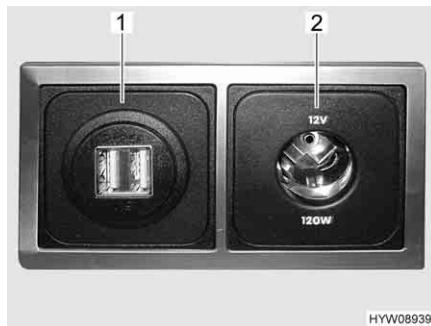

Fig. 82 Presa USB e 12 V
**Presa USB** È possibile caricare le batterie di dispositivi con corrente di carica fino a 2,5 A, collegando i dispositivi alle prese USB (Fig. 82,1).
**Presa a 12 V** Le prese da 12 V (Fig. 82,2) consentono di collegare apparecchi con consumo di corrente massimo pari a 10 A (potenza pari a 120 W).